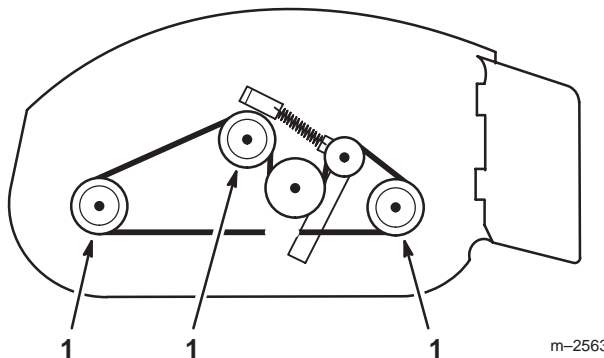

Figure 21
1. Lubrifiez les graisseurs des roulements des trois poulie d'axe (Fig. 21).